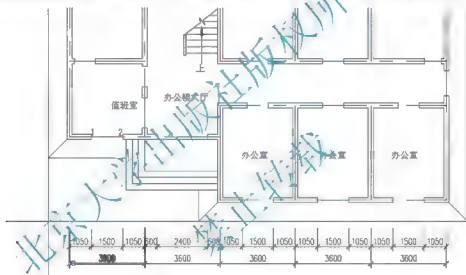

图 3.48 选择基准标注
(1) 选择菜单栏中的【标注】|【基线】命令，启动【基线】标注命令，光标自动连接到刚刚所标注的尺寸线上，同样 AutoCAD 自动连接的标注不是所需要的标注，所以在指定第二条尺寸界线原点或 [放弃(U)/选择(S)] <选择>：提示下，按 Enter 键执行尖括号内的选择命令。
(2) 在选择基准标注：提示下，选择如图 3.48 所示的 3600 尺寸线的左侧。